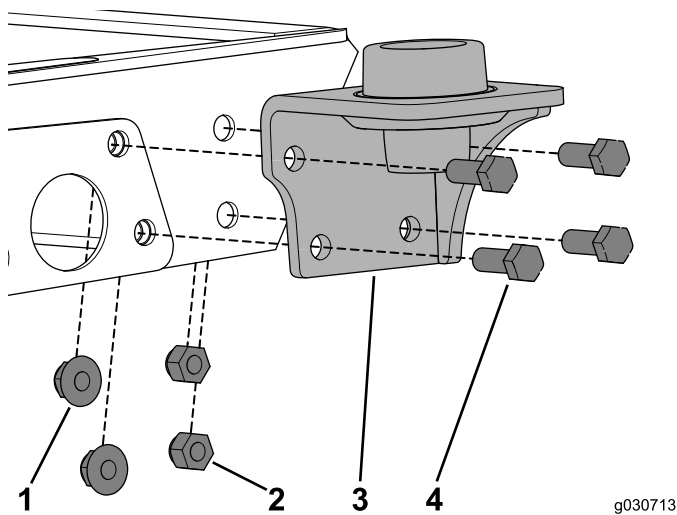

Bild 18
- Nehmen Sie die vorhandenen Schrauben ab und verwenden Sie die vier Schrauben (3/8" x 1"), zwei Bundmuttern und zwei Sicherungsmuttern, um die Befestigung an der Maschine anzubringen (Bild 18).